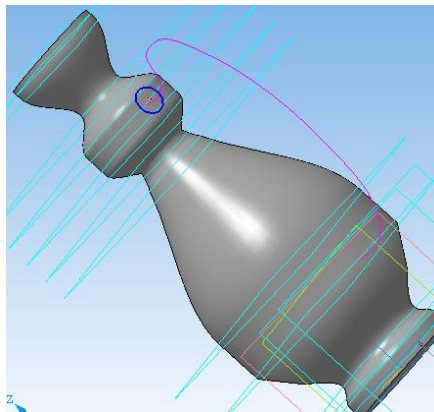

Рис. 8
45. Постройте окружность радиусом 3 мм (диаметр 6 мм) (рис. 8).